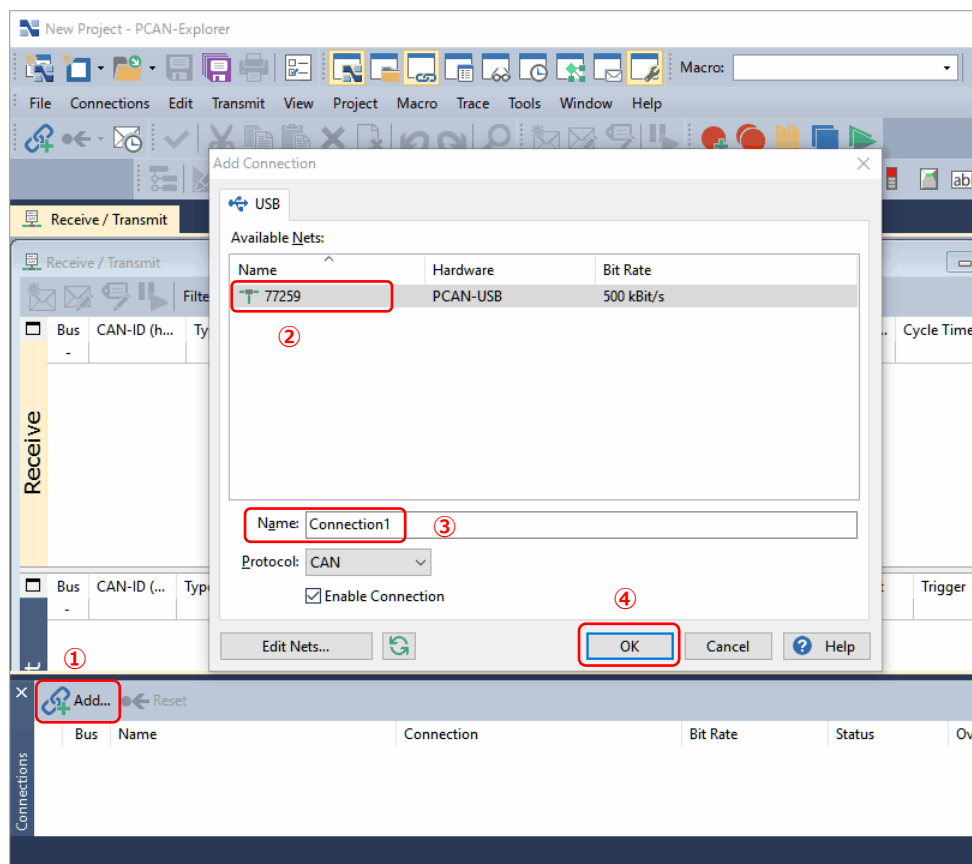

図 4.2-1
Connections ウィンドウ (初期起動画面では下側) の Add ボタンを押します (図 4.2-1 ① 参照)。
Name に入力した名前 (この例では「77259」) を選択します (図 4.2-1 ② 参照)。
Name はデフォルトで Connection1 となりますが、必要があれば、任意の名前を入力します (図 4.2-1 ③ 参照)。
OK ボタンを押します (図 4.2-1 ④ 参照)。
Add Connections ウィンドウ（図 4.2-1 参照）で、Enable Connection にチェックが入っていた場合、OK ボタンを押した後に Connection1 が有効になり、自動的に Receive / Transmit ウィンドウが表示されます（表示されない場合は、メニュー View から、Receive / Transmit を選択します）。Connections ウィンドウの一番左のチェックを外すと、データ受信が停止します。